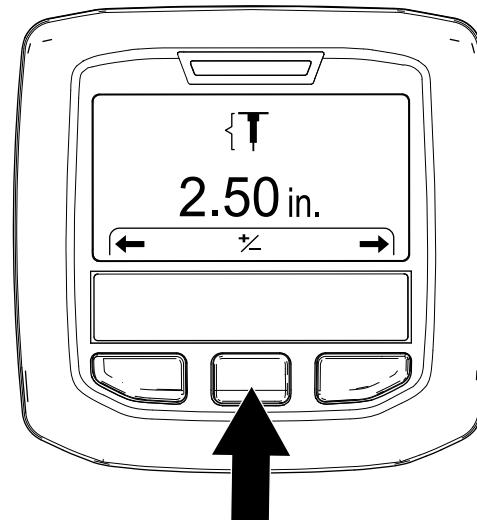

Figure 52
- Appuyez sur le bouton droit de l'InfoCenter jusqu'à ce que l'écran Setting the Hole Depth (réglage de la profondeur des trous) s'affiche (Figure 51 et Figure 52).